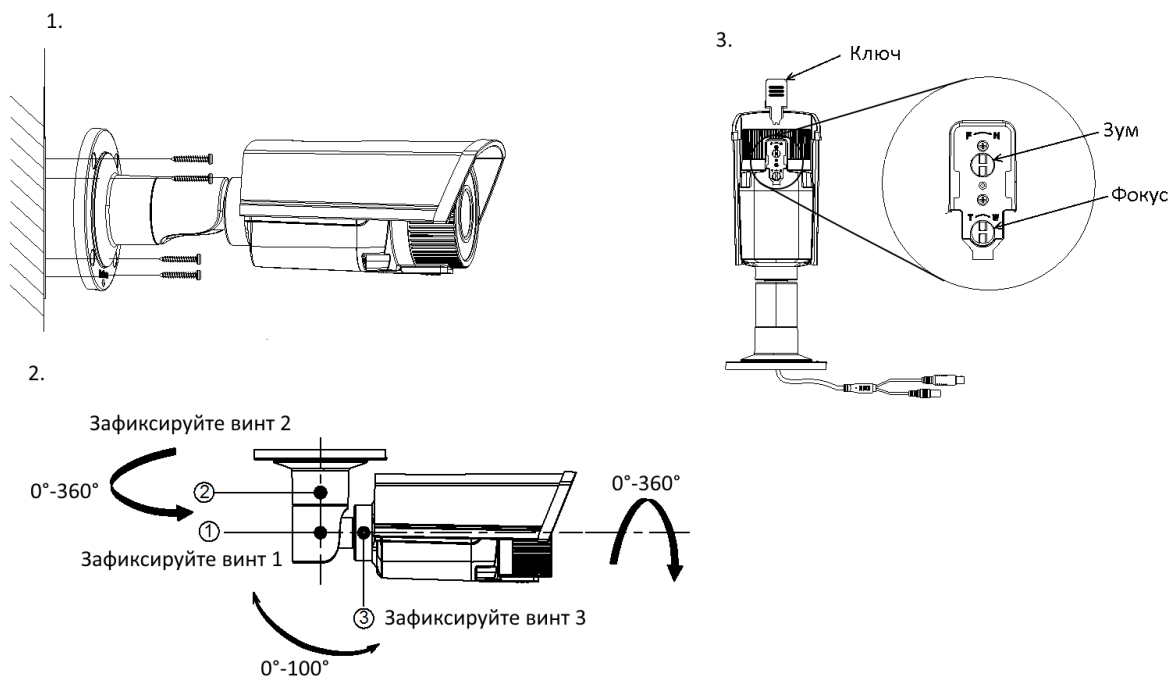

Рис. 3
Закрепите камеру на поверхности при помощи крепежа входящего в комплект поставки (1). Отрегулируйте положение камеры и затяните фиксирующие винты (2). Отрегулируйте угол обзора камеры при помощи винтов на нижней части камеры (3), в качестве инструмента используете ключ-заглушку (см. рис. 3).